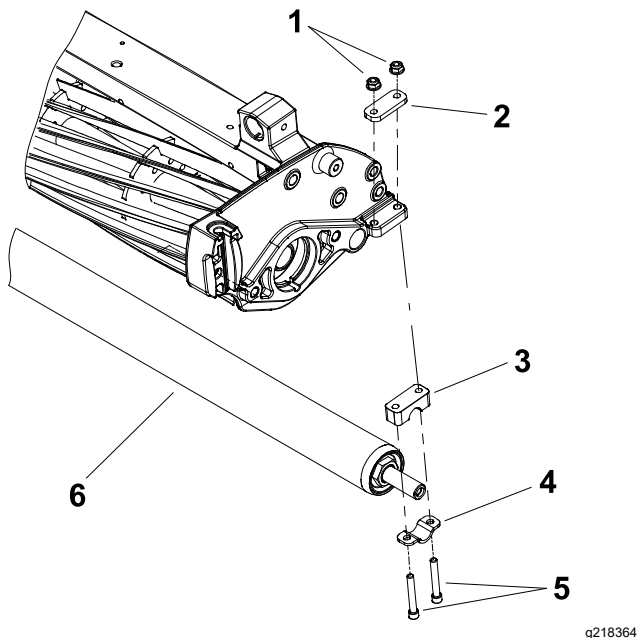

图 15
13. 执行以下步骤将后滚筒总成安装到滚刀组请参阅图 15。